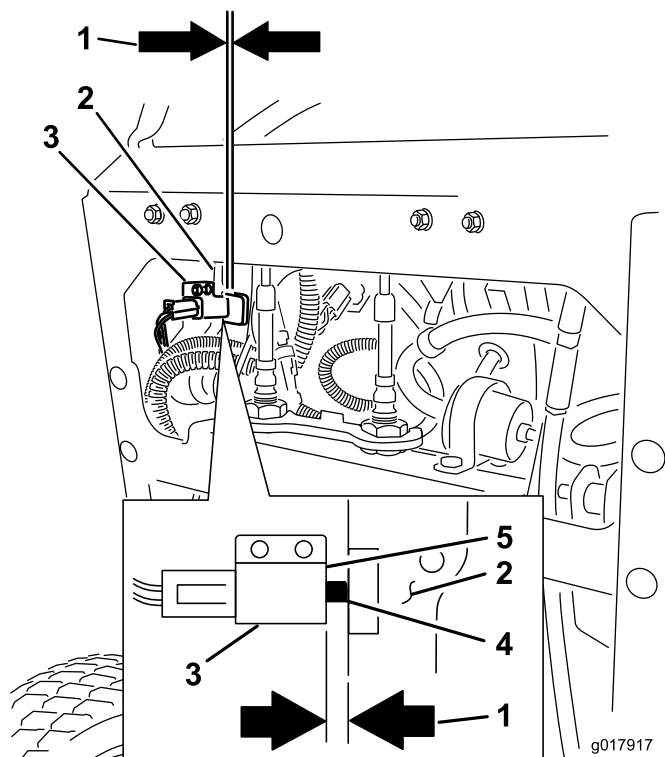

Figura 73
11. Después de ajustar el freno, compruebe el interruptor de la palanca (Figura 73).
12. Compruebe la distancia entre la palanca de freno y la cara del interruptor, según se muestra en Figura 73.